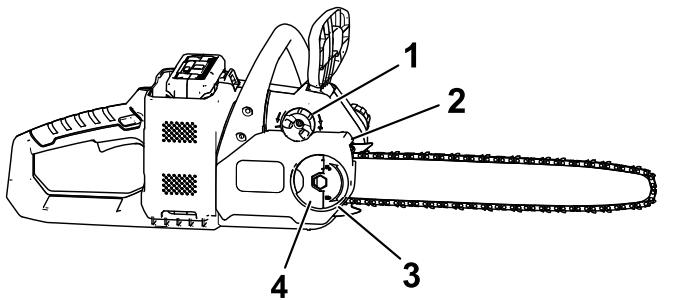

Figura 30
6. Apriete la tuerca de mariposa hasta que esté ajustada y cierre la pestaña (Figura 30).
2. Abra la pestaña de la tuerca de mariposa, y retire la tuerca de mariposa que sujeta la cubierta (Figura 30).
3. Afloje la cadena girando el tornillo de apriete de la cadena en sentido antihorario (Figura 30).